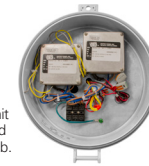

ABBILDUNG 2a
2. Alle nicht verwendeten Kabeleinführungen mit den mitgelieferten Leitungsverschlässen verschließen. Um Abrieb zu vermeiden und Wasserundurchlässigkeit zu gewährleisten, Leitungsverschlässe vor der Montage mit Eaton's Crouse-Hinds HTL-Schmiermittel schmieren und mit mindestens fünf (5) vollen Umdrehungen (42-52 ft.-lb. (4,75 - 5,88 N-m) bei 3/4" (19,05 mm)-Verschlüssen und 58-68 ft.-lb. (6,55 - 7,68 N-m) bei 1"-(25,4 mm) Verschlüssen) schraubdicht befestigen.
3. LED-Leuchte am Scharnierhaken des Abdeckmoduls aufhängen. Siehe Abb. 2a.